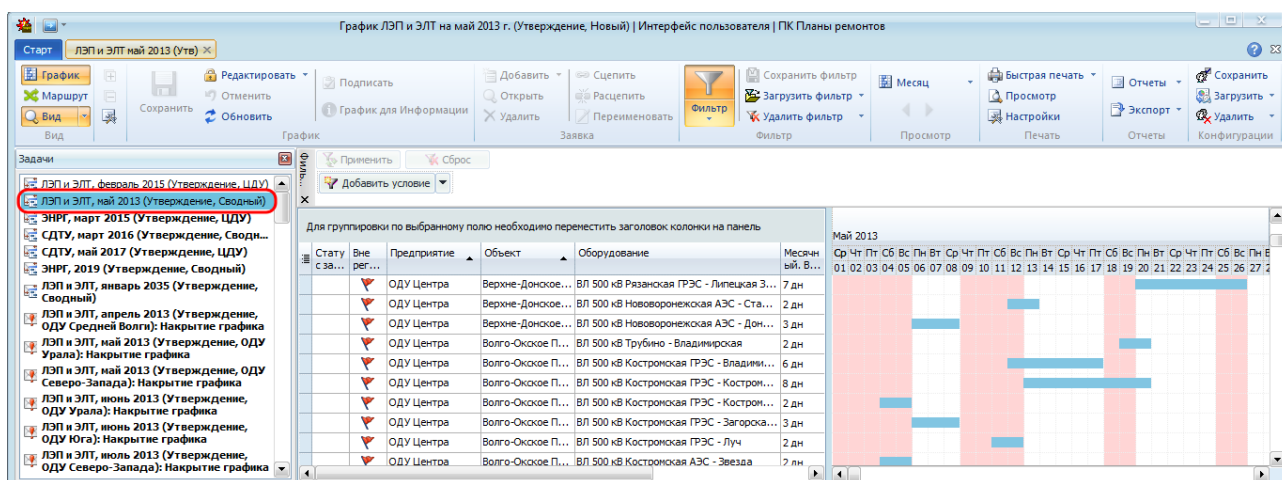

Рисунок 12.5 – Отображение графика, принятого вне регламента
- 1) На панели «Задачи» открыть график с задачей « Накрытие графика» (см. раздел «10.17.1 Работа с панелью «Задачи»») (Рисунок 12.5).